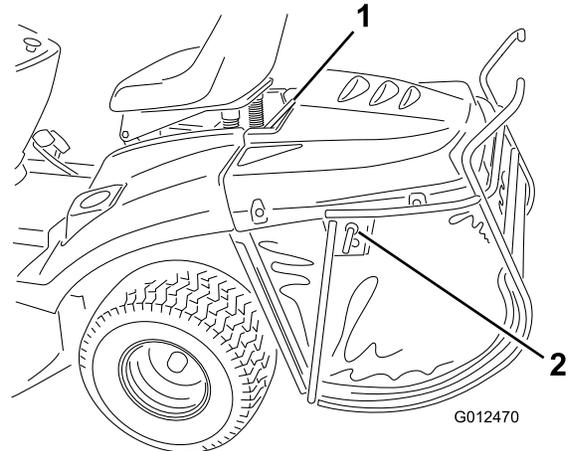

Figure 15
1. Si la goupille de verrouillage est en position verrouillée, déverrouillez-la (Figure 15).